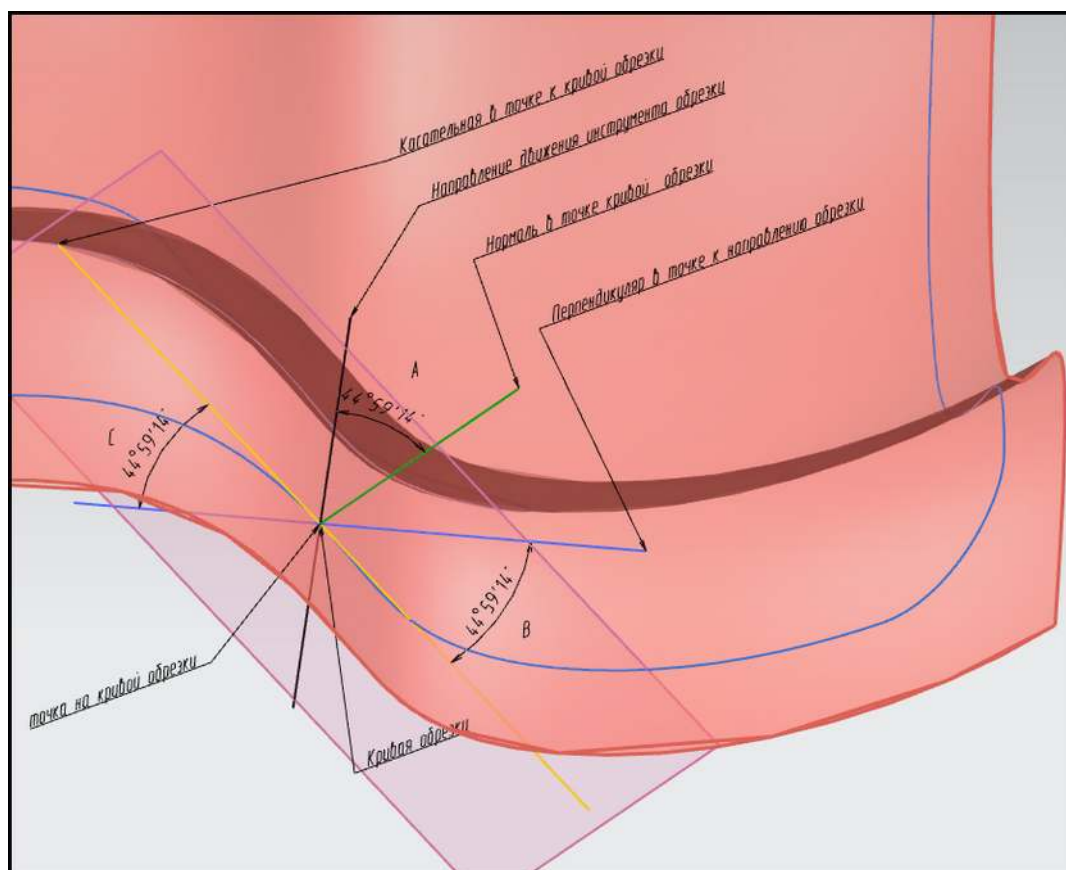

Рис. 4.4. Угол обрезки
Угол обрезки в **NX** определяется как угол в плоскости, образованной в точках кривой обрезки, для которых проведены две прямые: направление обрезки и нормаль к поверхности в точке на кривой обрезки (рис. 4.4).
**Угол обрезки** бывает верхним  $C$  (в верхней полуплоскости) и нижним  $B$  (в нижней полуплоскости) между касательной к поверхности в точке кривой обрезки и перпендикуляром к направлению обрезки (рис. 4.4).
Этот критерий технологичности основан на проверке верхнего **С** и нижнего **В** угла обрезки (рис. 4.4). Проверяется возможность для сложного контура разделительной операции ее выполнение за один ход ползуна. Если значения этих углов идентичны в настройках по умолчанию, то этот критерий повторяет проверку углов обрезки.